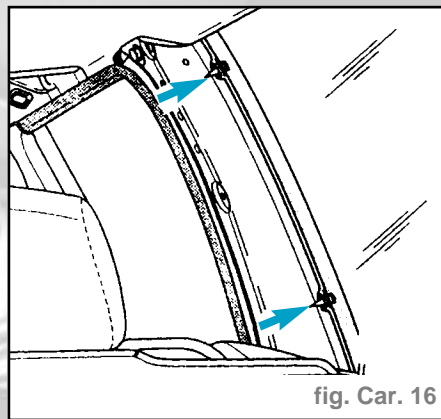

fig. Car. 16
- Dans la zone du montant C, il y a deux goupilles d'arrêt -flèches- sur la glace. Sectionner ces goupilles à l'aide d'un couteau avant de couper le cardon de colle et les retirer de la carrosserie (fig. Car. 16).